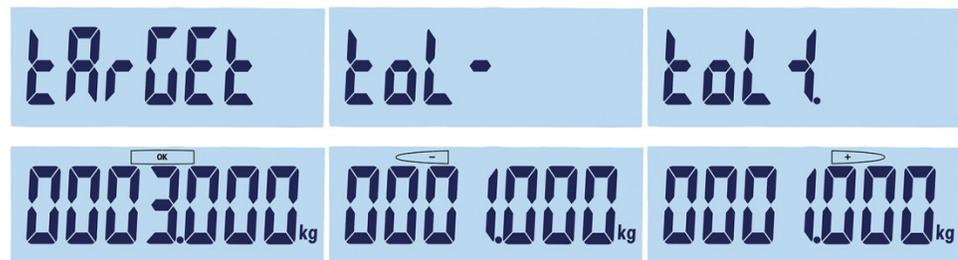

Figura 2-12: Pantallas de objetivo y tolerancia: Objetivo (izquierda), inferior (centro), superior (derecha)
- b. De lo contrario, el terminal mostrará "Target" durante 1 segundo y luego mostrará peso cero (Figura 2-12). Seleccione un dígito para editar usando **F1** para moverse a la izquierda y **F2** para moverse a la derecha. Una vez que el dígito requerido esté seleccionado y destellando, su valor puede ajustarse mediante las teclas **←0←** y **→1←**. En el ejemplo que se muestra en la Figura 2-12, el objetivo se ha establecido en 3 kg. Presione **Enter** para aceptar este valor actual como el objetivo y vaya a la siguiente pantalla, "Tolerancia -".
3. **-** aparece en el lado superior izquierdo de la pantalla. Establezca el valor usando las teclas de dirección, como se indica en el paso 2.b anterior. En este ejemplo, (Figura 2-12, centro), la tolerancia inferior se establece en 1 kg. Presione **Enter** para ir a la siguiente pantalla, "Tolerancia +".
4. **+** aparece en la parte superior de la pantalla. Establezca el valor usando las teclas de dirección, como se indica en el paso 2.b anterior. Aquí (Figura 2-12, derecha), la tolerancia superior está establecida en 1 kg.